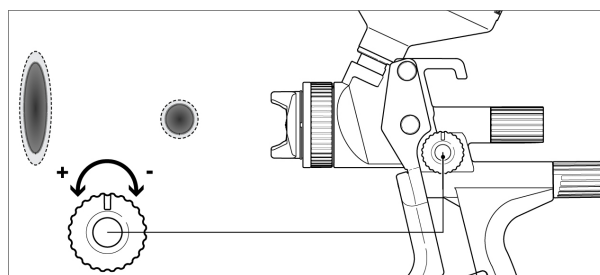

рис. 4
3. Выберите положение факела: вертикальный факел или горизонтальный факел (рис. 4).
4.3. Настройка формы факела материала (рис. 4)